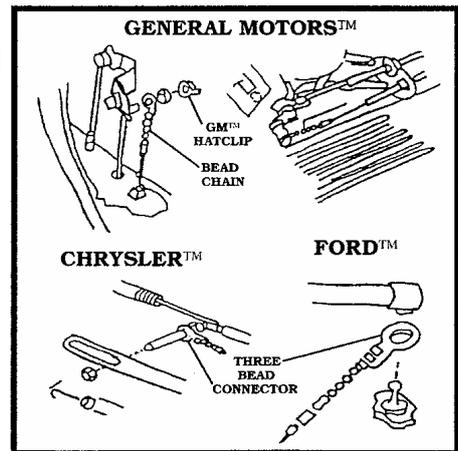

Figure 16
1. 大多數的通用汽車及克萊斯勒汽車的車種，較適合使用3珠鎖片 (Three Bead Connector)。Figure 16